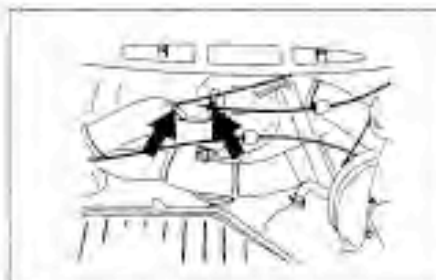

Bild 369
- Zug durch die Bohrung in der Schraube führen und die Mutter festziehen (Bild 369).